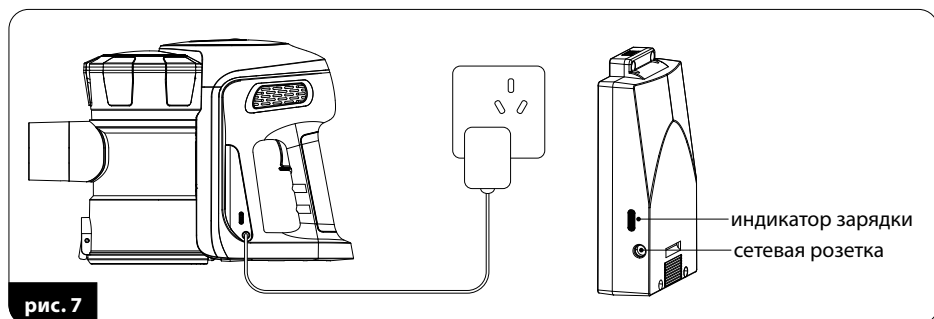

рис. 7
2. Подключите кабель зарядного устройства (25) к гнезду зарядного устройства (6), а зарядное устройство к сетевой розетке (рис. 7). Индикатор зарядки (7) загорится красным светом, что означает процесс зарядки.